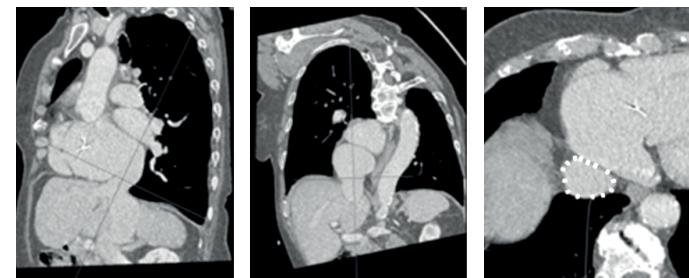

Figura 9: Ajuste los planos
- Coloque el centro de la intersección de la línea en el punto de interés. Repita para los 3 planos presentados en la pantalla MPR 3D (figura 9).